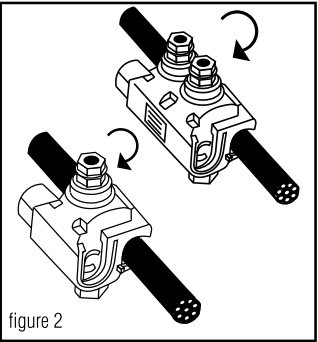

figure 2
- Position the main (or feeder) side of the connector around the run cable and tighten the bolt finger tight. **See figure 2.** If required, loosen the bolt slightly to allow the connector to open completely. **DISASSEMBLY NOT RECOMMENDED.** The plastic “Turbo” spacer holds the connector open which eases installation and ensures proper connections.
- Coloque el lado principal (o de alimentación) del conector alrededor del cual se hace la derivación y apriete firmemente el dedo del perno. **Vea la ilustración 2.** Si hace falta, afloje el perno ligeramente para permitir que el conector se abra completamente. **NO ES RECOMENDABLE DESARMAR EL CONECTOR.** El espaciador “Turbo” de plástico mantiene al conector abierto, lo cual facilita la instalación y asegura que las conexiones se hagan correctamente.